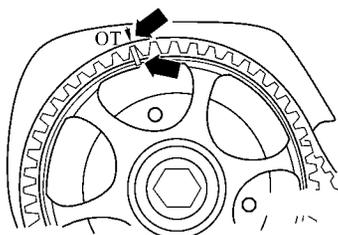

图 4-31 一缸上止点位置
② 拆卸凸轮轴油封。先使发动机前端位于维修工作台上。再拆卸同步带上防护罩。松开凸轮同步带轮。转动曲轴将同步带轮设定到第一缸上止点标记,然后须将凸轮轴同步带轮上的标记对准同步带防护罩上的标记,如图 4-31 所示。